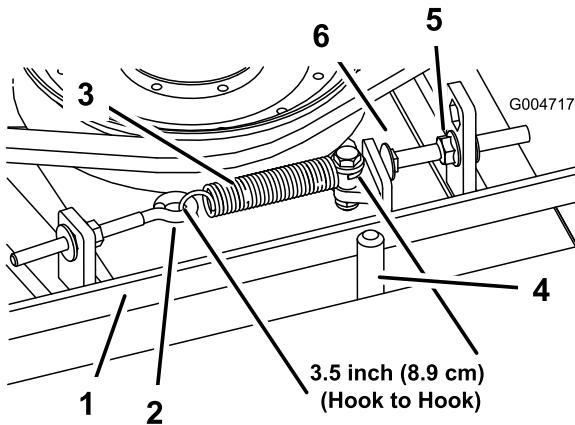

Bild 65
Wenn der Treibriemen richtig gespannt ist, sollte die Messung an der Verlängerungsfeder (Haken zu Haken) innen ungefähr $8,9\text{ cm} \pm 6\text{ mm}$ betragen. Wenn die Federspannung richtig ist, stellen Sie die Anschlagschraube (Schlossschraube) ein, bis der Abstand zwischen dem Schraubenkopf und dem Spannarm ungefähr $3 + 1,5/0,0\text{ mm}$ beträgt (Bild 65).
Hinweis: Achten Sie darauf, dass der Riemen auf der Federseite der Riemenführung positioniert ist (Bild 65).
8. Setzen Sie die Verlängerungsfeder (Bild 65) wieder in den Augenbolzen ein und spannen Sie den Riemen wie folgt:
2. Lösen Sie den Augenbolzen, um die Verlängerungsfeder abzunehmen (Bild 65).
3. Lösen Sie die Bundmutter, mit der die Anschlagschraube an der Befestigungslasche befestigt ist. Schieben Sie die Mutter so weit zurück, dass der Spannarm an der Anschlagschraube vorbeigeführt werden kann (Bild 65). Bewegen Sie